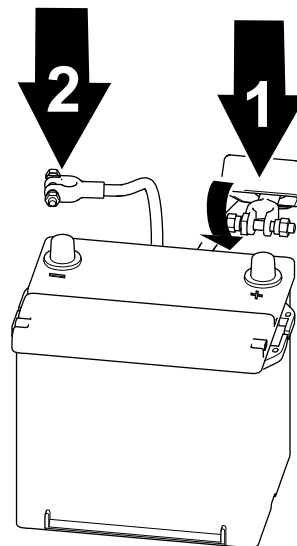

Figura 59
2. Sollevate l'isolamento e rimuovete il cavo positivo della batteria dal polo della batteria (Figura 59).
1. Collegate il cavo positivo alla batteria e serrate il dado della fascetta della batteria (Figura 59).
2. Collegate il cavo negativo alla batteria e serrate il dado della fascetta della batteria (Figura 59).